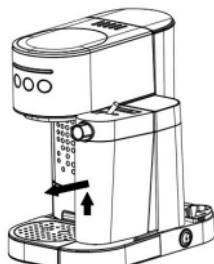

Рис. 1
- Gießen Sie die Reinigungslösung aus der aufgestellten Tasse ab und stellen Sie die Tasse aufs Gitter (2) auf.
- Halten Sie die «Latte»-Taste (8) erneut 3 Sekunden lang gedrückt, um den Boiler abzuspülen.
- Schalten Sie die Kaffeemaschine nach dem Reinigen aus, indem Sie den Schalter (11) «0/l» auf «0» stellen.
- Warten Sie ab, bis die Kaffeemaschine abköhlt, fassen Sie den Behälter (16) an, ziehen Sie ihn zu sich und nehmen Sie ihn ab (Abb. 1), entfernen Sie den Deckel des Cappuccinatores (14) vom Behälter (16).
- Gießen Sie Restwasser aus dem Behälter (16) ab, wischen Sie den Behälter (16) mit einem trockenen Tuch ab und trocknen Sie den Deckel des Cappuccinatores (14) ab.
- Возьмитесь за ёмкость (16), потяните её по направлению к себе и снимите с ёмкости (16) крышку капучинатора (14) (рис. 1). Наполните ёмкость (16) водой, до отметки максимального уровня.